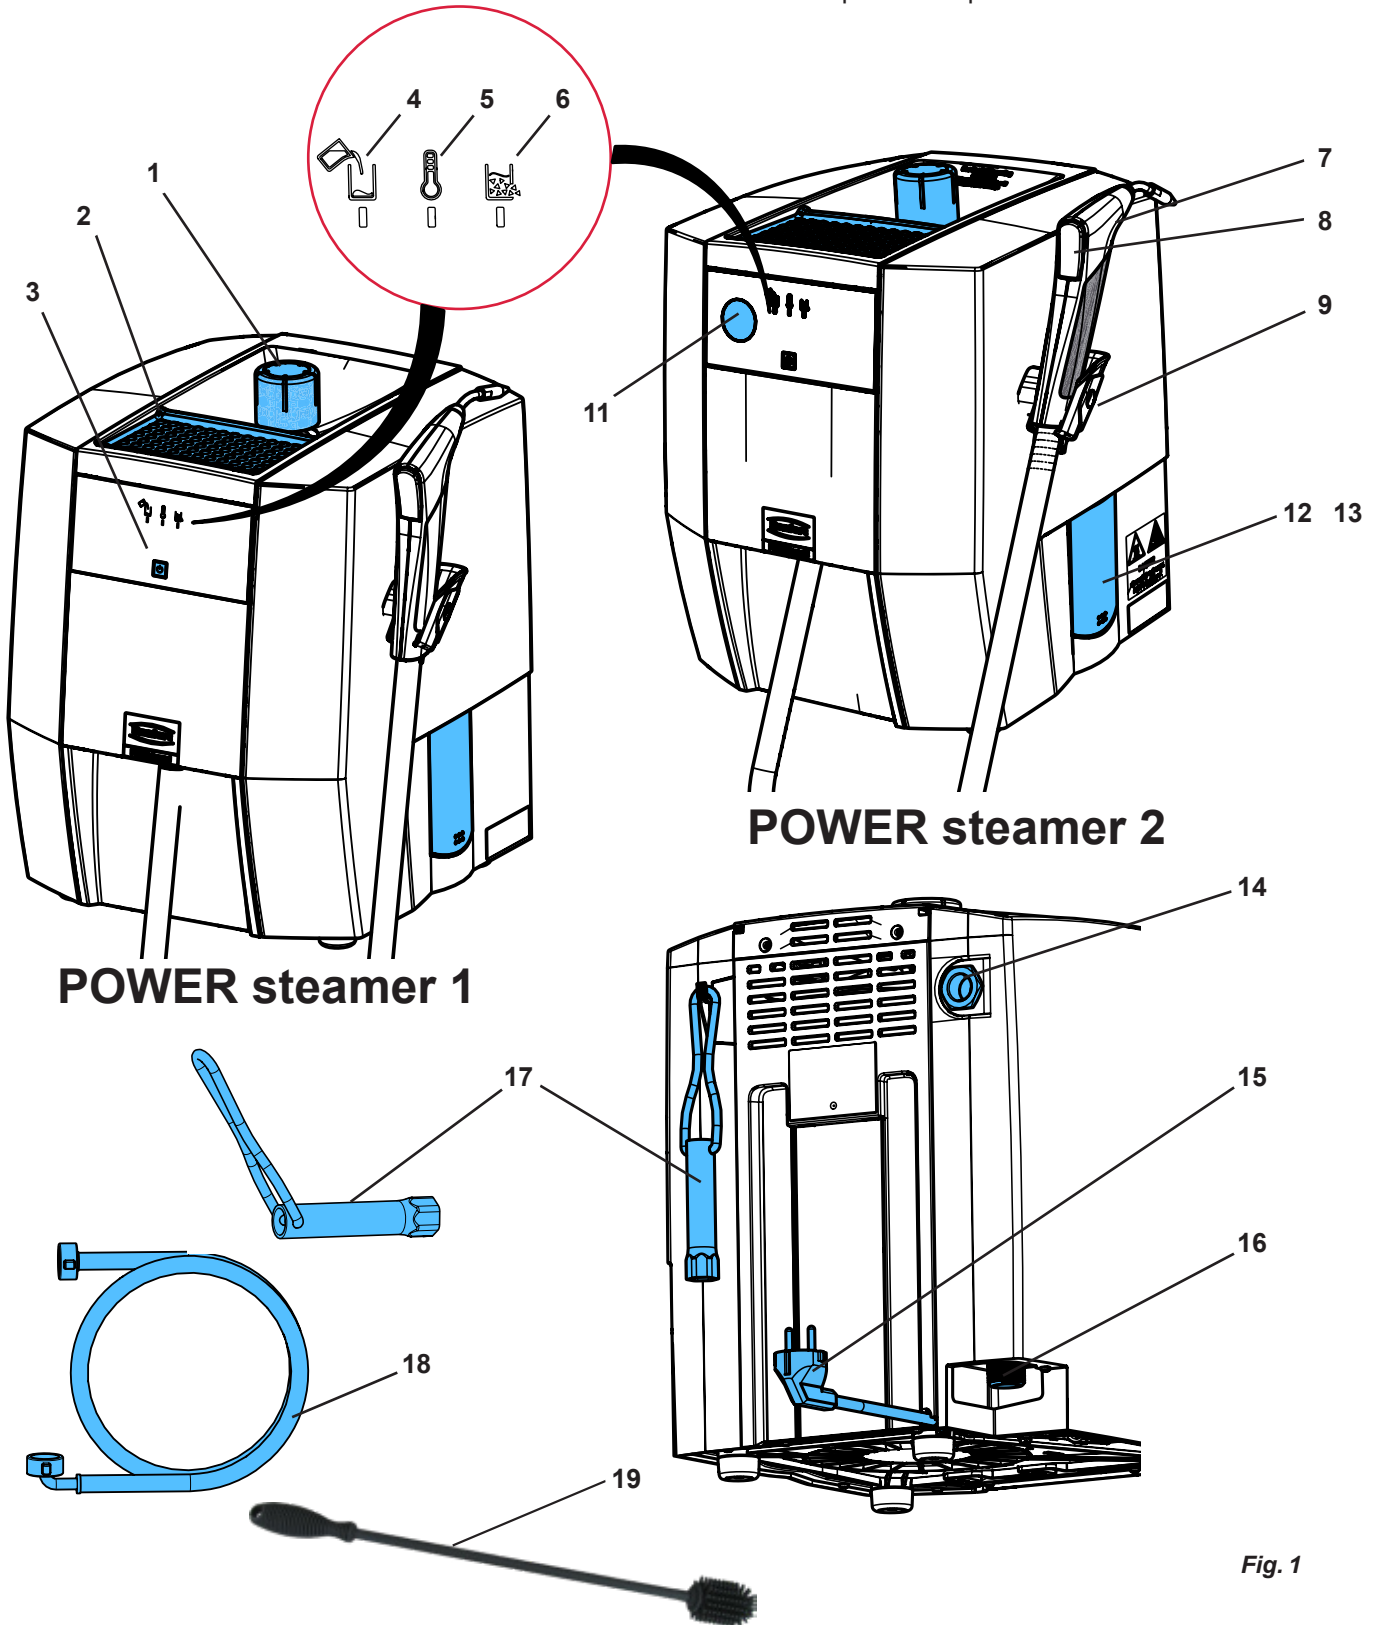

Fig. 1
- ▶ Configure el aparato de forma que no haya peligro si sale vapor por la abertura de salida de la válvula de alivio de presión (14, Fig. 1).
Los modelos de escayola o los modelos de revestimiento se pueden colocar en la bandeja para modelos (2, Fig. 1) para el secado.
- ⇒ Enrosque el tapón del depósito (1, Fig. 1).
Coloque el aparato de forma que no haya peligro si sale vapor por la abertura de salida de la válvula de alivio de presión (14 Fig. 1) (p. ej., no coloque el aparato delante de un enchufe).
La abertura de salida de la válvula de alivio de presión (14, Fig. 1) no debe taparse ni bloquearse en forma alguna.
¡Peligro por vapor a presión! Antes de abrir el tapón de revisión, asegúrese de que ya no haya presión en el depósito de presión. Abra y retire el tapón del depósito (1, Fig. 1).
- ⇒ Coloque el aparato de tal manera que el agua pueda fluir desde el depósito de presión a través de la abertura de revisión (12 / 13, Fig. 1) hacia un recipiente.